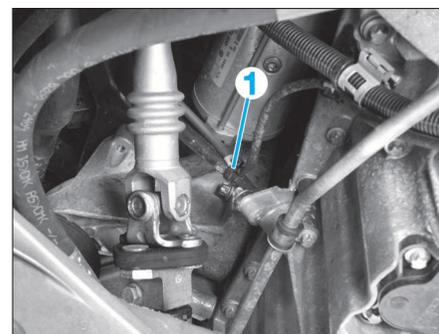

FIG. 41
- Déposer la vis de maintien du puits de jauge à huile (1) (Fig.41) sur le tube de répartition d'air de suralimentation.